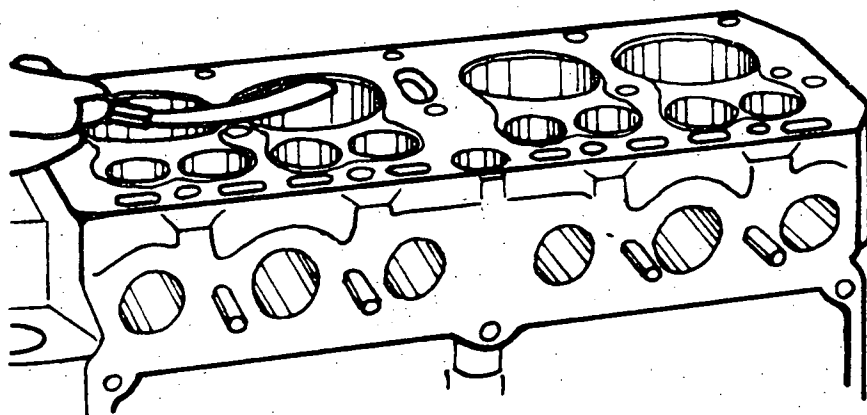

Fig. 1
- d Elimine todo o resto de juntas, com um raspador (fig. 1).